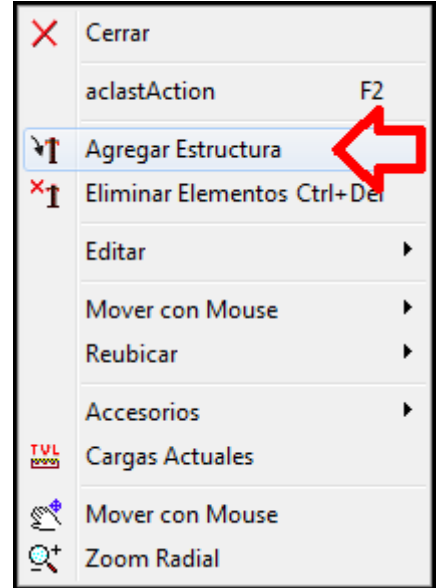

Fig.8.5
- Activar la opción de Agregar Estructura, mediante el ícono , o en el menú Pop Up (ver Fig. 8.5) que se activa con el botón derecho del ratón.